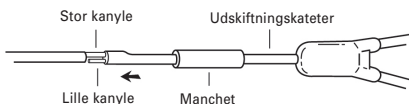

Fig. 3
3. Udskiftningskateterets ende er udstyret med en lille (kort ende) og en stor (lang ende) præladet metalkanyyle. Den store metalkanyyle føres et lille stykke ind i kateterets store lumen. (Fig. 3)